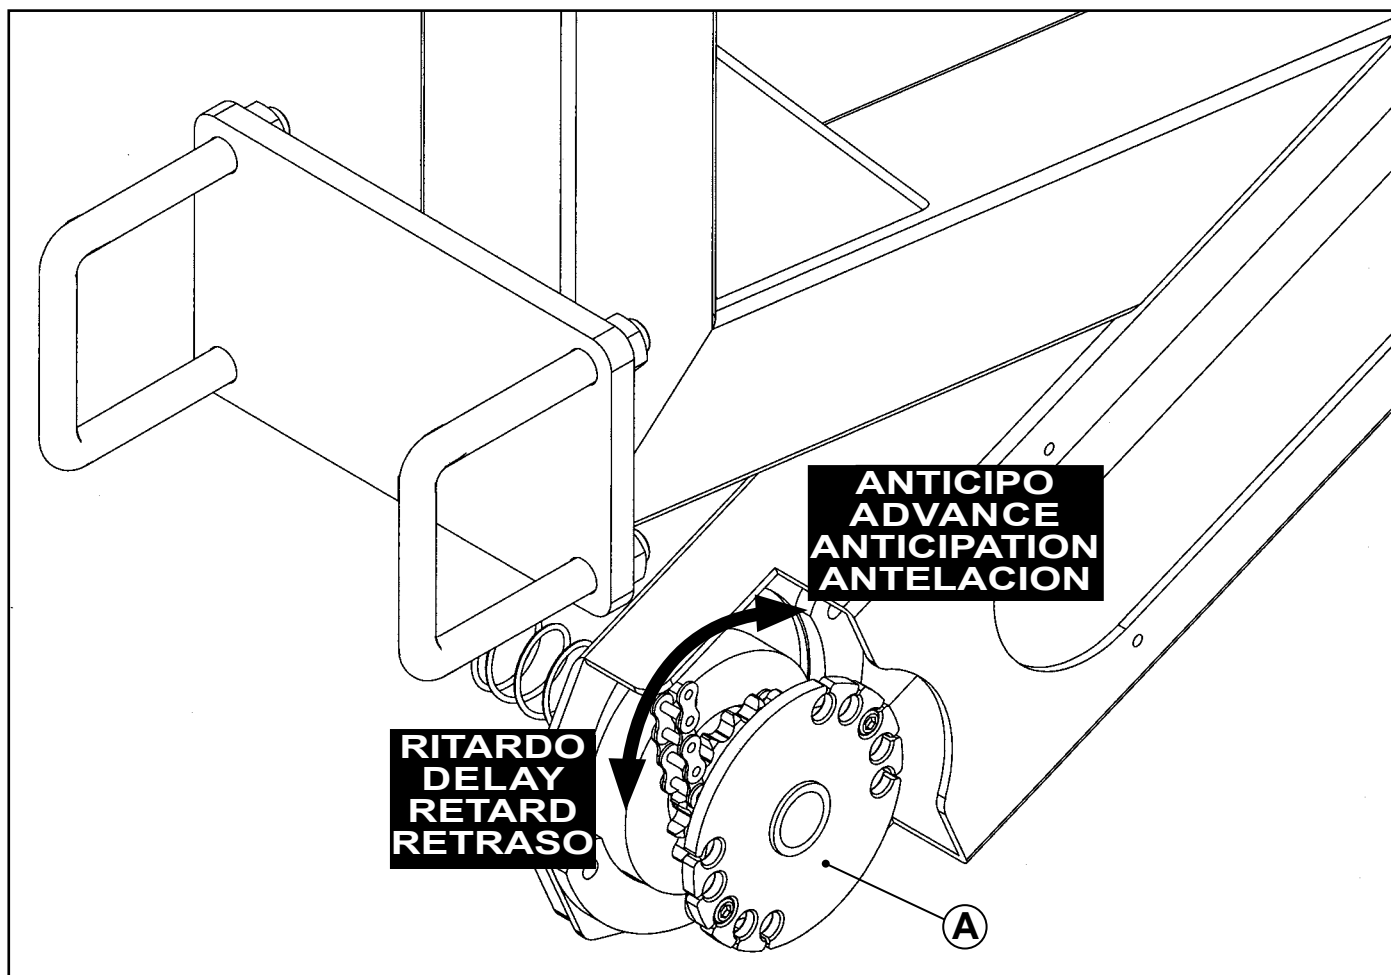

Fig. 1
- Estrarre il disco forato (**A**) tenuto a molla assialmente (**Fig. 1**).
- Remove the drilled disc (**A**) held axially by a spring (**Fig. 1**).
- Extraire le disque percé **(A)** tenu à ressort axialement **(Fig. 1)**.
- Extraer el disco taladrado **(A)** mantenido en tensión axialmente **(Fig. 1)**.